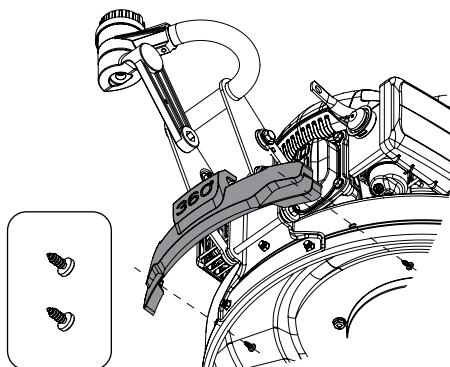

Рис. 4. Установка защитной панели кронштейна
- установите защитную панель кронштейна переднего колеса. Закрепите её на деке с помощью самонарезающих винтов (Рис. 4);